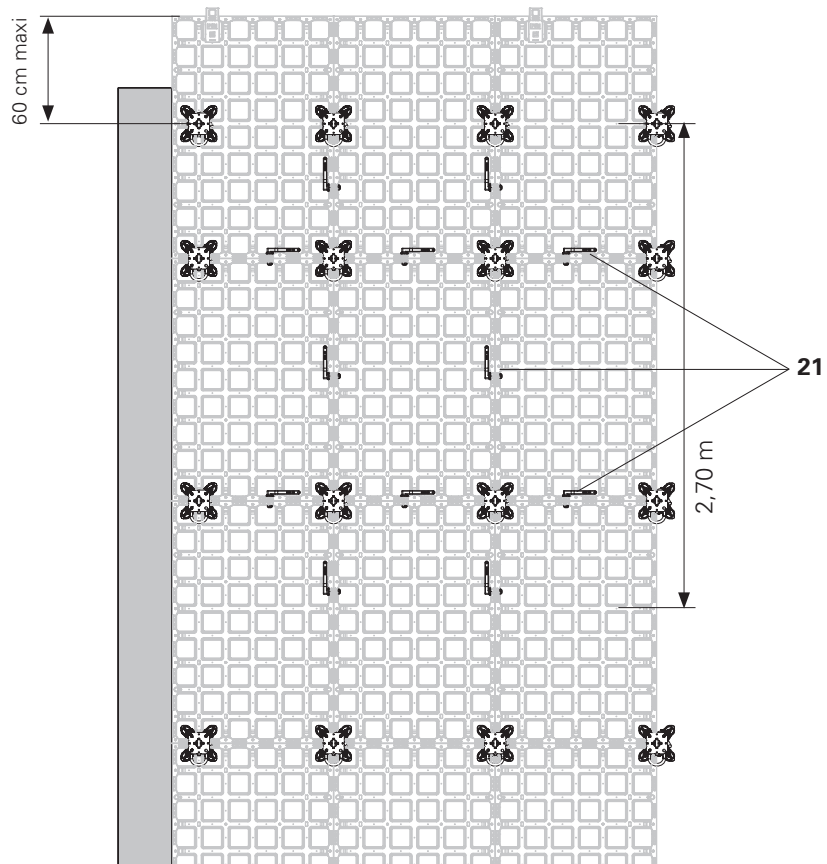

Fig. D4.06
- que, dans la partie de 2,7 m à partir du bord de la dalle, chaque panneau est relié aux joints court et long par 1 connecteur DUO (Fig. D4.06)